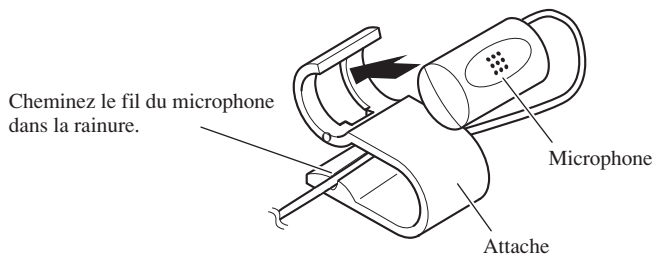

Fig. 21
1. Fixez le microphone sur l'attache fournie. (Fig. 21)